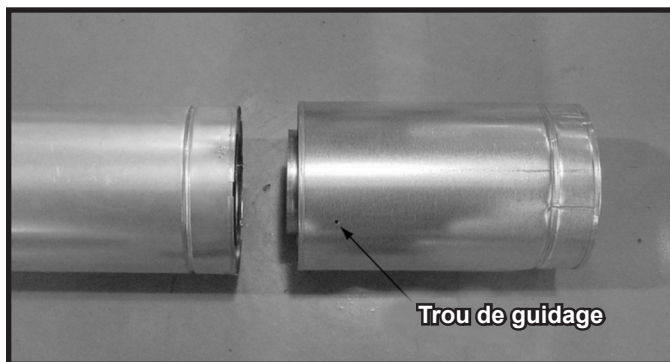

Figure 7.6 Trous de guidage de la section coulissante
- Glissez le col intérieur de la section coulissante dans la section intérieure de tuyau et la conduite extérieure de la section coulissante par dessus la section extérieure du tuyau. Voir la figure 7.6.